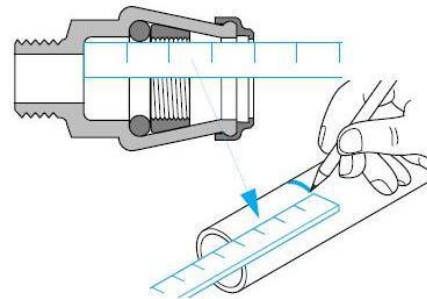

Figure 2
2. Marquer la profondeur d'emboîtement sur le tube (voir figure 2)